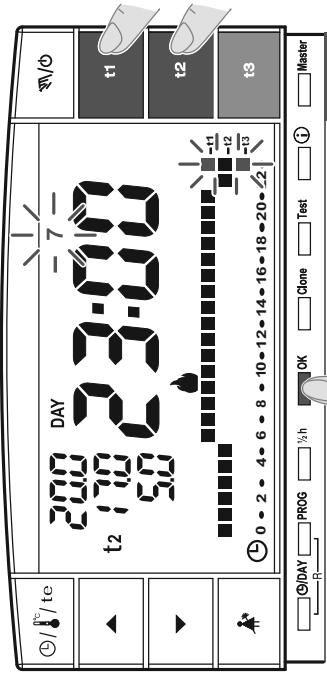
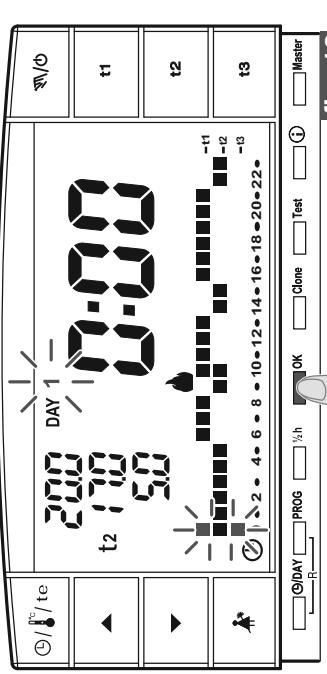

fig. 12
fig. 13
- Dopo l'inserimento della scala termica per il giorno di **Domenica** (7), premere **OK** (esempio in fig. 12) per memorizzarla e tornare a visualizzare il giorno di Lunedì (1) quindi **premere nuovamente il tasto OK per 4 secondi** (esempio in fig. 13); con questa operazione **verrà salvato il programma settimanale completo**.